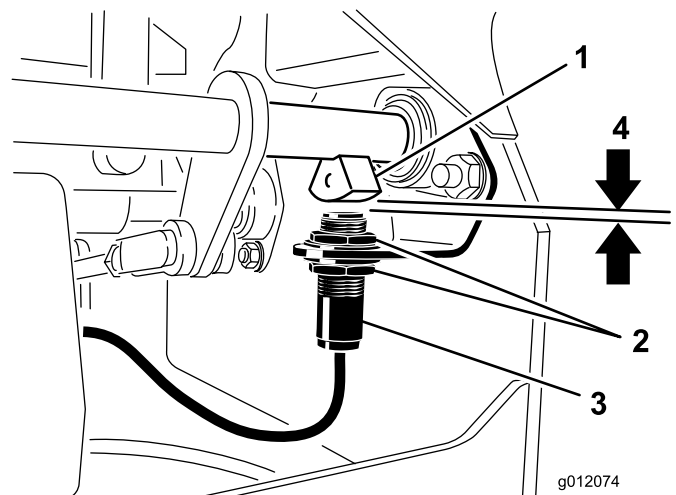

図 53
- ブレーキ・シャフト・センサーとインタロック・スイッチのプランジャとの距離が 3.9 mm になるように、スイッチの位置を上下させて調整する(図 53)。